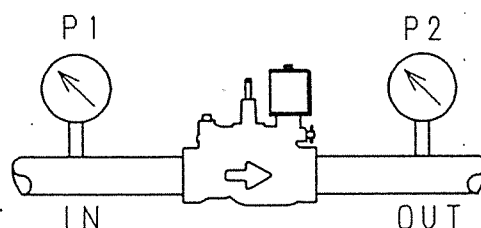

図12
- (1) 農業用水, 工業用水にご使用ください。液肥や希釈農薬を混入した水へも使用できますが、液体によっては電磁弁の性能を害する恐れもありますのでご注意ください。
- (2) 周囲温度・流体温度は仕様の範囲内でご使用ください。
- (3) 仕様の圧力範囲内でご使用ください。とくにIN, OUTの弁差圧は弁開時0.03MPa (口径50以下), 0.05MPa (口径65以上)確保してください。(図12参照)